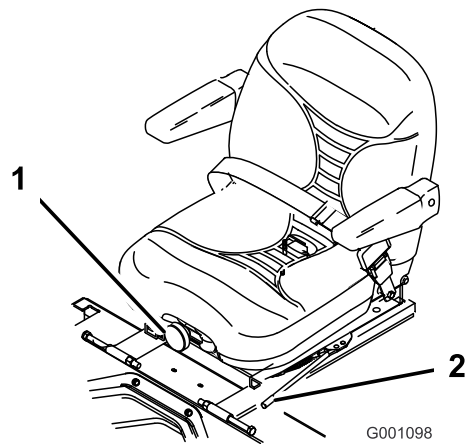

Figura 24
1. Mueva la palanca lateralmente para desbloquear el asiento (Figura 24).
Para ajustarlo, gire el pomo situado en la parte delantera en cualquier sentido hasta encontrar la posición más cómoda (Figura 24).